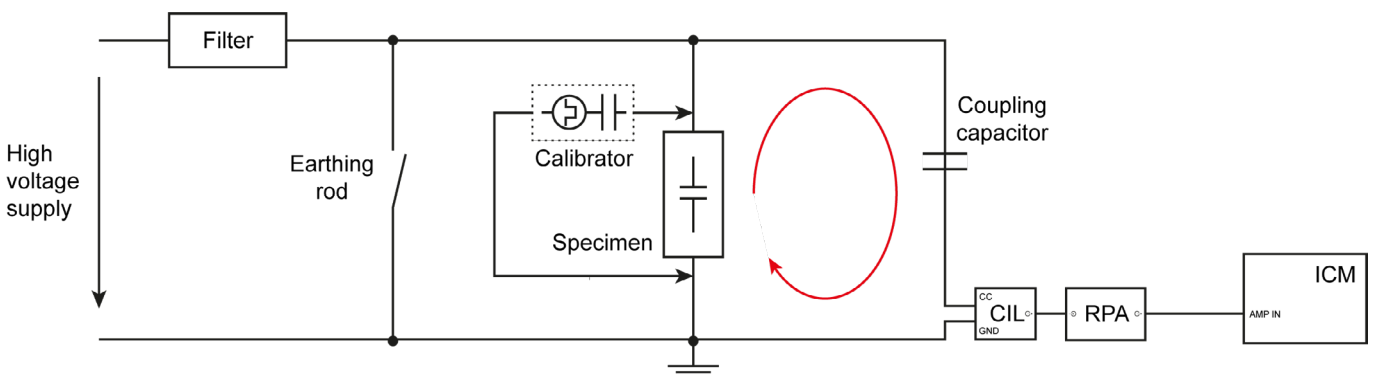
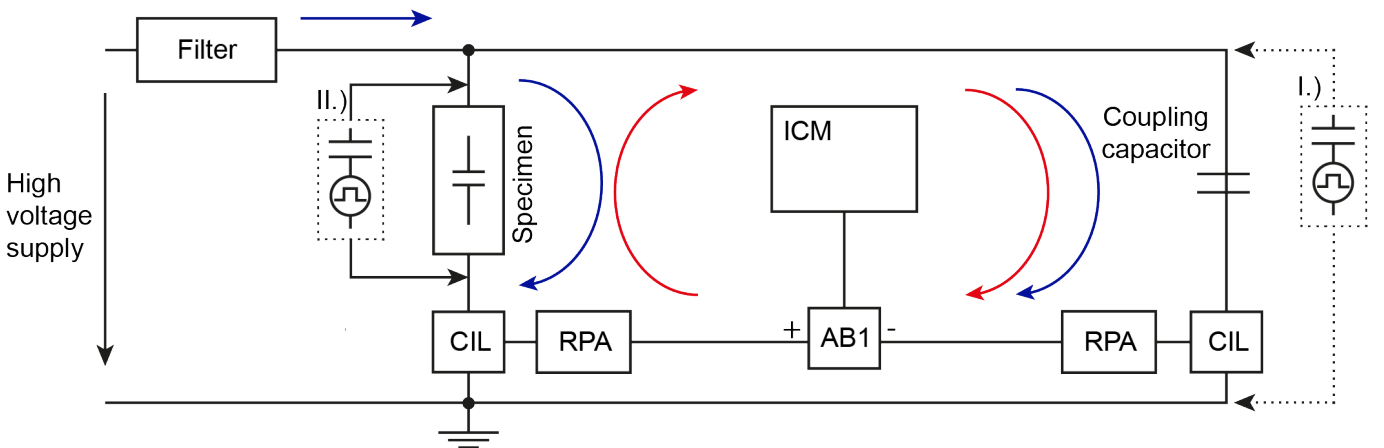
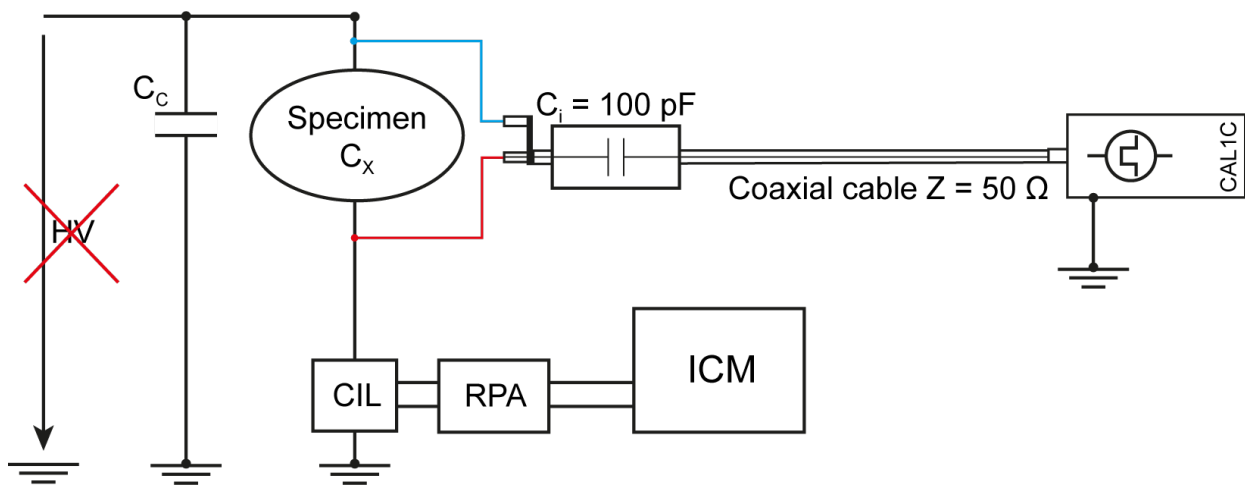

Figure 4.1: Circuito de medida estándar, impedancia de medición en serie con el condensador de acoplamiento
Figure 4.3: Circuito equilibrado, con las señales de perturbación en azul y las señales de DP en rojo
Figure 4.6: Calibración con el condensador de inyección externa del CAL1C
Existen tres circuitos básicos para la detección y medición de la DP, a partir de los cuales se puede derivar la mayoría de los circuitos. En la Figure 4.1 a Figure 4.3 se muestran estos circuitos utilizando una impedancia de medición (CIL) y una capacidad de acoplamiento para desacoplar la señal de DP. La impedancia de medición consta de los elementos RC o RLC, que transfieren los pulsos de DP al preamplificador (RPA). El condensador de acoplamiento cierra la ruta de la señal (flecha roja) del pulso de DP de alta frecuencia y desacopla la alimentación de tensión de baja frecuencia.
El filtro situado entre el espécimen y la fuente de alta tensión (HV) sirve para atenuar las perturbaciones procedentes de la fuente de alta tensión. También aumenta la sensibilidad de las mediciones al bloquear los pulsos del espécimen que, de otro modo, se desviarían a través de la impedancia de la fuente de alta tensión. La barra de conexión a tierra debe retirarse durante la calibración; de lo contrario, el pulso de calibración estaría demasiado atenuado como para poder realizar la configuración según la Figure 4.1.
El circuito de medida estándar se muestra en la Figure 4.1. En este ejemplo, la impedancia de medición (CIL) está colocada en el lado de tierra del condensador de acoplamiento. Por lo tanto, el espécimen se puede conectar directamente entre la alimentación de alta tensión y la conexión a tierra.
En la Figure 4.3 se muestra un circuito de medida equilibrado en el que el instrumento (ICM) está conectado entre dos impedancias (CIL). El lado de baja tensión del espécimen y el condensador de acoplamiento deben estar aislados de la conexión a tierra. Sus capacidades no tienen que ser iguales, pero es preferible que se encuentren en el mismo rango. Para ajustar estos dos brazos puente diferentes, el calibrador se conecta al lado de alta tensión y a tierra (véase I.) en la Figure 4.3). A continuación, AB1 se ajusta hasta que se obtiene una lectura mínima del ICM. Después, el sistema se calibra inyectando pulsos de carga directamente en el espécimen (véase II.) en la Figure 4.3).
Para utilizar el CAL1C en un circuito de medida común (equivalente al de la Figure 4.1) sin un condensador de inyección de alta tensión (Ci), se incluye un condensador externo de 100 pF. Este condensador ya incluye la resistencia terminal de 50 W en el lado de entrada y se puede conectar directamente al espécimen (véase la Figure 4.6).
Sin embargo, si no se dispone de una toma de borna, la brida de la borna podría aislarse del depósito. La conexión a tierra se efectuaría entonces mediante la impedancia de medición. Otra opción es utilizar un condensador de acoplamiento adicional con una impedancia de medición conectada en paralelo a la conexión de alta tensión, tal y como se describe en el apartado 4.1, Figure 4.1.